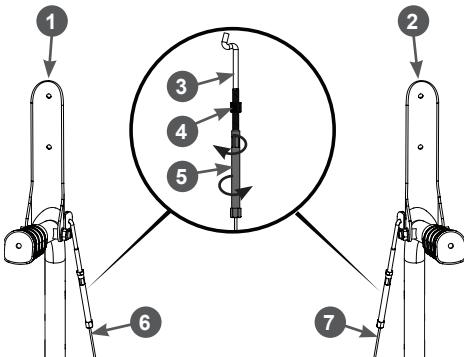

Рис. 8 Подсоединение тросов к рычагам
Убедитесь в том, что тросы включения шнеков (левый) и включения хода (правый) установлены в ручки роликов (Рис. 8). В противном случае, при попытке включить шнеки или ход снегоотбрасывателя тросы будут повреждены. На механическое повреждение тросов производителя и поставщика не распространяется.
- выкрутите Z-образные наконечники 3 тросов из соединительных муфт 5 тросов. Затем вставьте наконечники в боковые отверстия на рычагах включения шнеков 1 и включения хода 2 (Рис. 8);
(закручивая) соединительную муфту 5 по часовой стрелке (смотреть снизу-вверх), устранив провисание троса 6. Накрутите соединительную муфту 5 на наконечник 3 ещё на один оборот, после чего законтрите резьбовое соединение закрутив контргайку 4 (Рис. 8);
- таким же образом подсоедините к рычагу 2 трос 7 включения хода (Рис. 8).
- при необходимости, отрегулируйте длину троса с помощью соединительной муфты (Рис. 8). Чтобы укоротить трос – накрутите соединительную муфту 5 на Z-образный наконечник 3 троса. Чтобы удлинить трос – открутите. После регулировки затяните контргайку 4 (Рис. 8). Установите на место кожух защитный ремней.
— при необходимости, отрегулируйте длину троса с помощью соединительной муфты (Рис. 8). Чтобы укоротить трос – накрутите соединительную муфту 5 на Z-образный соединительную 3 троса. Чтобы удлинить трос – открутите. После регулировки затяните контргайку 4 (Рис. 8). Установите и закрепите нижний защитный лист корпуса трансмиссии и верните снегоотбрасыватель в рабочее положение.